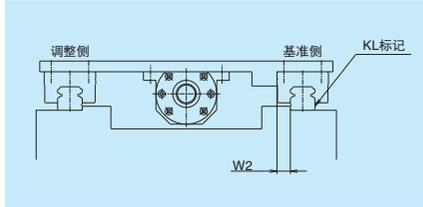

图 4.3 组装宽度尺寸 W_2
- 基准侧导轨 (KL 标记导轨) 和与其配套的滑块组装基准面的设置方法, 组装宽度尺寸也有所不同 (图 4.3、4.4)